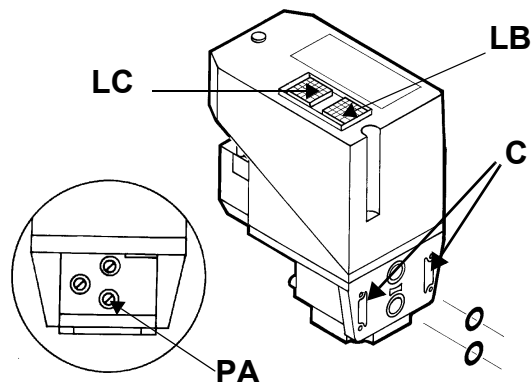
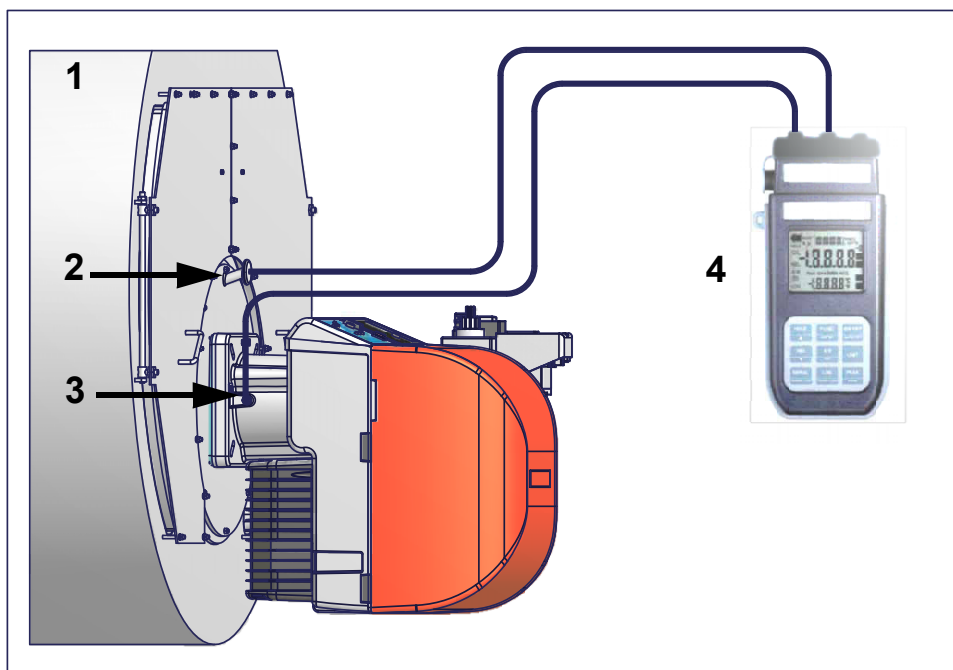

Рис. 8
Рис. 11
- 2). снять крепежные винты группы Multibloc (Рис. 11-A)
- 3). вставить уплотнительные кольца (10,5x2,25) в VPS 504 (Рис. 8-B, Рис. 11-B)
- 4). закрутить 4 винта блока контроля герметичности (M4x16) Рис. 11-C.
Кривые давления газа в голове сгорания горелки, в зависимости от расхода газа, действительны только в том случае, если горелка правильно отрегулирована (процентное содержание остаточного O₂ в уходящих газах - как в таблице "Рекомендуемые параметры выбросов", а CO - в пределах нормы). На этой фазе голова сгорания, дроссельный клапан и сервопривод находятся в максимально открытом положении. Смотрите Рис. 11, на котором изображено, как правильно измерить давление газа, принимая во внимание значения давления в камере сгорания, снятые с манометра или пользуясь техническими характеристиками котла/утилизатора.